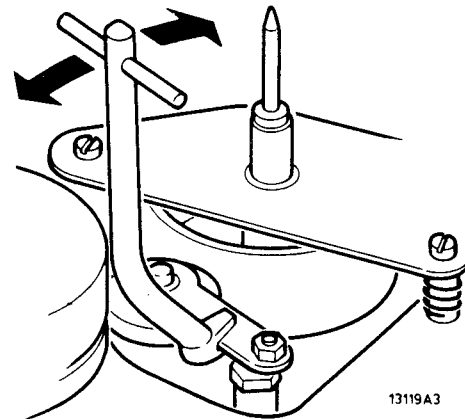

Fig. III-18
- Das Zwischenrad ist mit Hebel 4822 395 80084 einstellbar (siehe Abb. III-18).